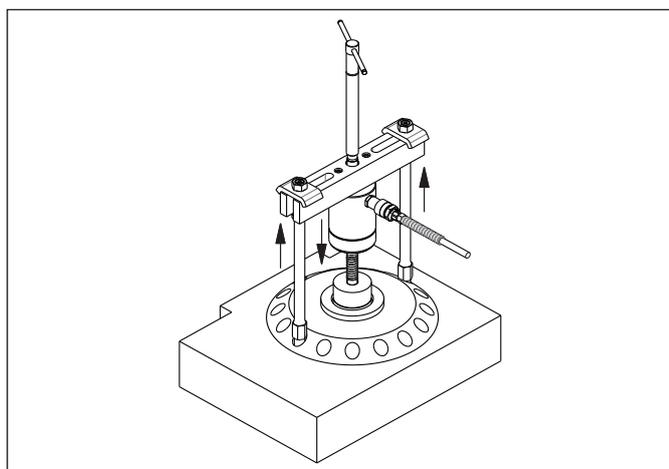

図11: クロスベアリングプーラー(一般的)
クロスベアリングプーラーは、レッグを引き出し対象の作業片に直接取り付けすることで、独立して使用することができます(図11を参照)。この場合、プーラーのレッグは作業片に直接ねじ込まなければなりません(ねじの仕様については、セクション11.7を参照)。または、ベアリングセパレーターアタッチメント(セクション7.5を参照)またはベアリングカッププーラー(セクション7.6を参照)と組み合わせて、クロスベアプーラーを使用することもできます。
- ベアリング、プーラーまたはその他の取り外すアイテムにプーラーを取り付けます。プーラーのレッグを調整します。図11を参照してください。